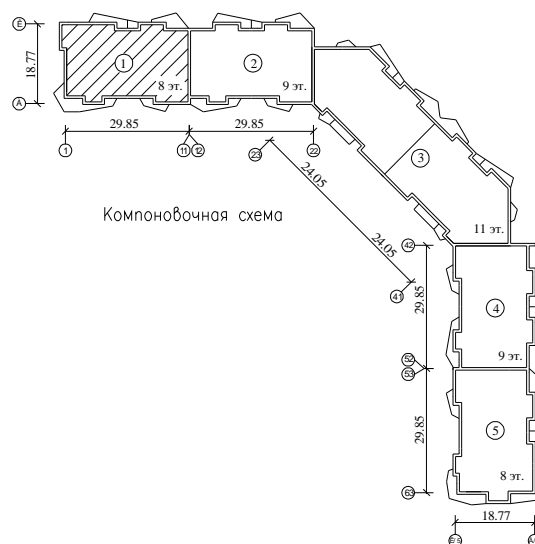

Рис. 2.1. Компоновочная схема с выделением рассчитываемой секции
- 1) общие сведения об объемно-планировочных решениях здания, его этажности, общей высоте, высоте и назначении этажей, для многосекционного здания показана компоновочная схема с выделением рассчитываемой секции (рис.2.1)